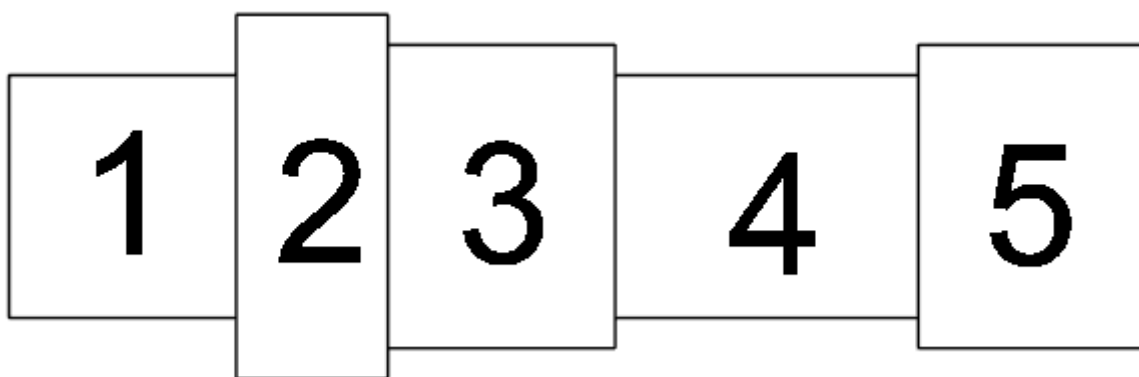

Рис. 1. Разно ступенчатый вал
1. По указанным данным выточить разно ступенчатый вал (Рис.1). Размеры изделия представлены в таблице 1. Выполнить чертеж «Вала» с нанесением размеров. Выполнение рамки на листе формата А4- обязательно.